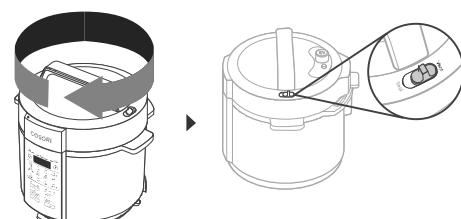

Figura 9.2
2. Chiudere il coperchio della pentola a pressione e ruotarlo in senso orario per fissarlo. Spostare l'interruttore di rilascio del vapore su "Vent". **[Figura 9.2]**